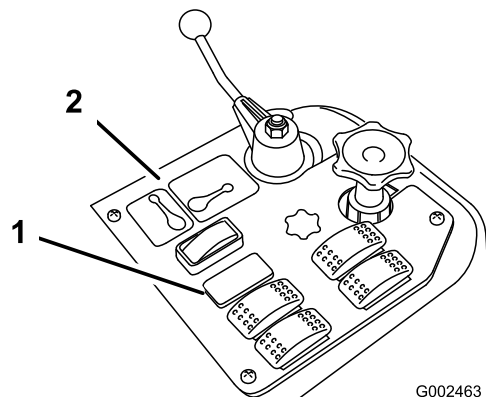
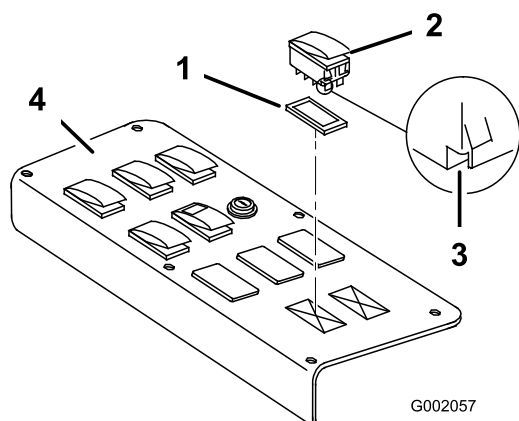

Bild 17
Bild 18
- Entfernen Sie das Armaturenbrett des Spritzgeräts, um die Unterseite (Bild 17 für den 1200 und Bild 18 für den 1250) freizulegen.
- Entfernen Sie den Stecker im Schlitz des Ultraschall-Auslegers vom Armaturenbrett des Spritzgeräts am Fahrzeug und setzen Sie den Kippschalter an dieser Stelle ein (Bild 17 für den 1200 und Bild 18 für den 1250).
Hinweis: Stellen Sie sicher, dass die Ausrichtung des Schalters der Darstellung in Bild 18 entspricht, d. h. die Kerbe zeigt zum Heck des Fahrzeug.